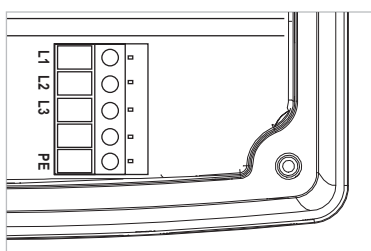

Fig. 21 : Bornes de raccordement au réseau
- Bornes de raccordement au réseau (fig. 21)